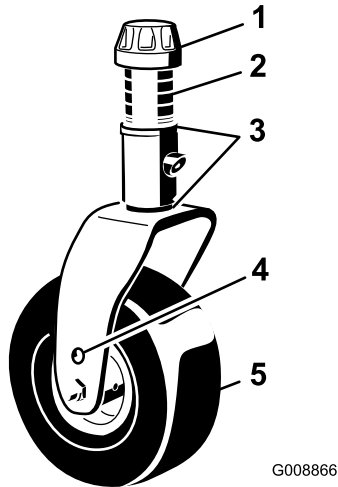
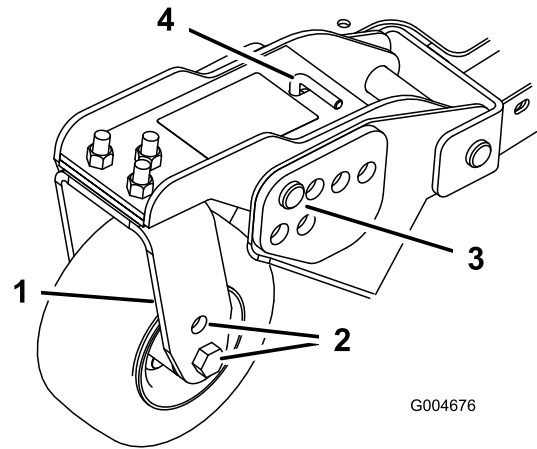
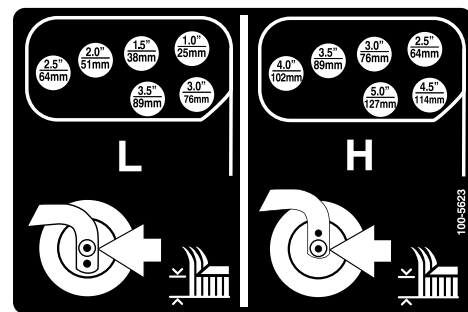

Figura 21
Figura 23
Figura 24
- Coloque los ejes de las ruedas giratorias en el mismo taladro en todas las horquillas (Figura 21 y Figura 23).
2. Retire el casquillo tensor del eje (Figura 21) y deslice el eje fuera del brazo de la rueda giratoria. Coloque los dos suplementos (3 mm) en el eje de la misma forma que en la instalación original. Estos suplementos son necesarios para obtener el mismo nivel en toda la anchura de las unidades de corte. Coloque el número adecuado de espaciadores de 13 mm (consulte la tabla siguiente) en el eje para conseguir la altura de corte deseada, luego coloque la arandela en el eje.
4. Retire el pasador de horquilla y las chavetas de los brazos de pivote de las ruedas giratorias (Figura 23).
taladros seleccionados del soporte de ajuste de la altura de corte en el bastidor de la unidad de corte (Figura 23 y Figura 24).
Para ajustar los patines, retire el perno con arandela prensada y las tuercas, coloque los patines en la posición deseada y vuelva a colocar las fijaciones (Figura 24).